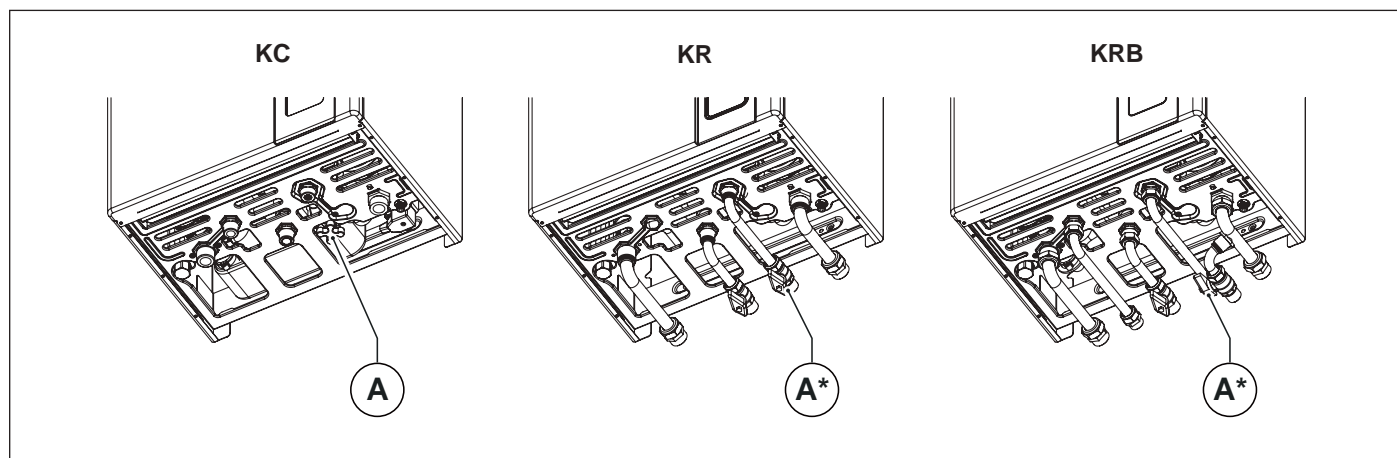

Fig. 2 Robinet de umplere - (A\*) opțional
Umpleți sistemul deschizând robinetul de umplere (A) (vezi Fig. 2 Robinet de umplere - (A\*) opțional).